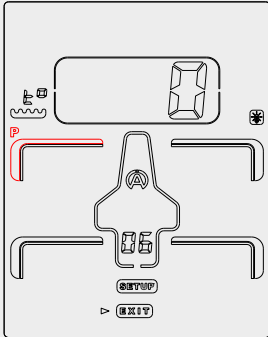

Figure 17
- 2) Le premier Icône « P » (pression) sur le pneu avant gauche apparaît par défaut en clignotant (*figure 17*)